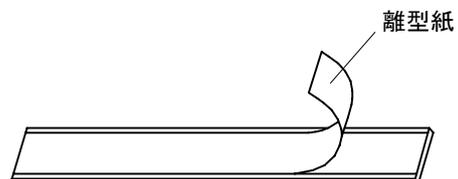

図13-19
- ② ミラー見切り部材の離型紙を剥がしてください。(図13-19)